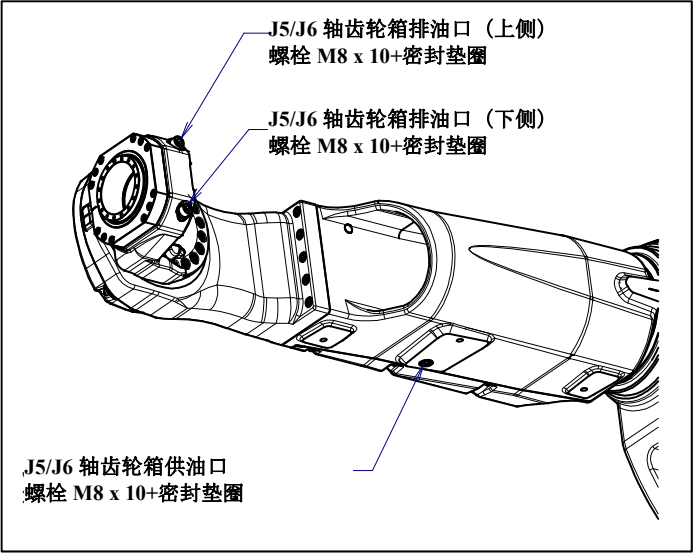

图 7.3.2.4 (a) 供油口和排油口
- 4 取下 2 个排油口的螺栓和密封垫圈。另外，取下供油口的锥形螺塞。（按照图 7.3.2.4 (a)）此时，为了防油的溢出到周围，最后取下供油口的螺栓。）